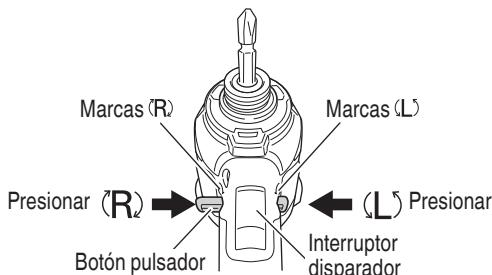

Fig. 10
El lado L (izq.) del botón pulsador se usa para hacer girar el manguito hacia la izquierda. (Vea la Fig. 10). (Las marcas (L) y (R) están en el cuerpo del taladro.)